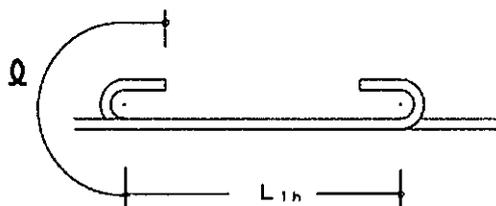

図5.2.1 フックありの場合の重ね継手の長さ
2. L1hは、図5.2.1に示すようにフック部分を含まない。